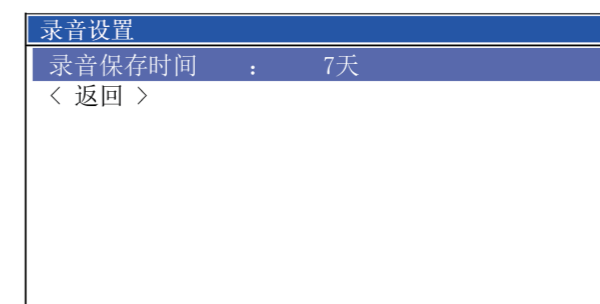

图6.6.9
- a: 在系统设置菜单中选择<录音设置>项，按【确认】键打开录音设置对话框，如图6.6.9所示。